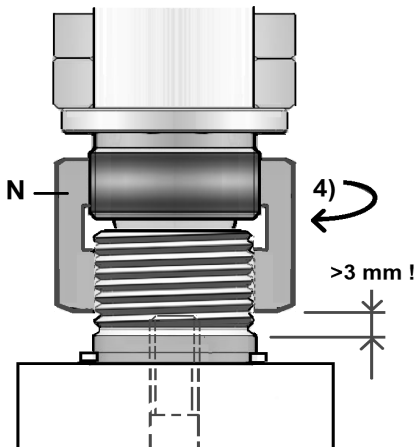

Fig 14
4) Maintenir l'écrou différentiel serré (N) avec la clé à fourche livrée (Fig 14 & 15).